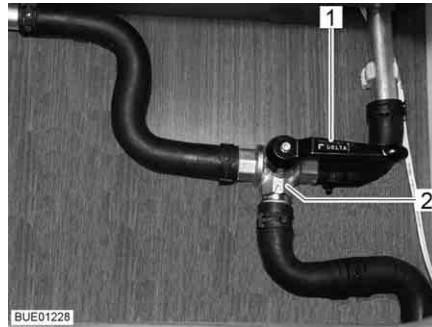

Fig. 164 Válvula de 3 vías
- Poner la palanca (Fig. 164,1) de la válvula de 3 vías (Fig. 164,2) en posición paralela al sentido de flujo recto (Fig. 164).
- Poner la palanca (Fig. 164,1) de la válvula de 3 vías (Fig. 164,2) en posición transversal al sentido de flujo recto.